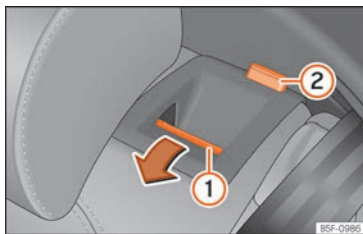

Fig. 108 Asiento trasero: abatir el respaldo.
- Pulse la tecla de desbloqueo »» fig. 108 ① hacia delante y, al mismo tiempo, abata el respaldo. El respaldo trasero está desbloqueado cuando se ve una marca roja en la tecla ②.